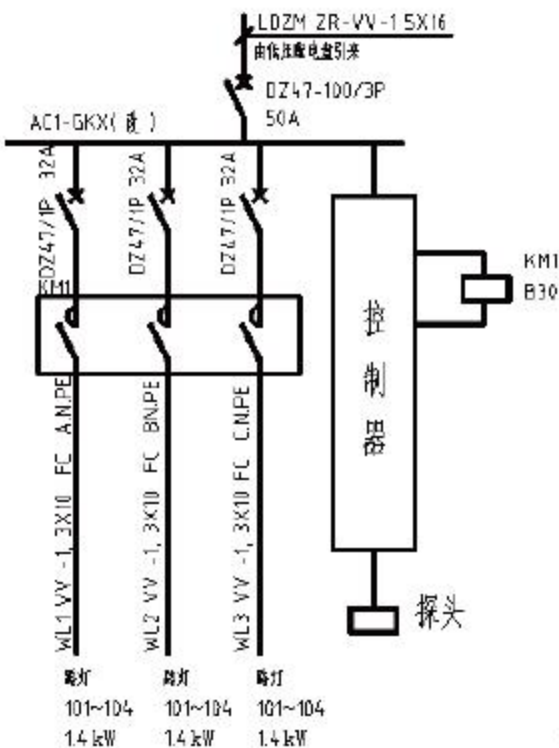

图6-31 复制标注文字
- 03 调用CO【复制】命令，将新创建的单行文字向右复制两份，如图6-31所示。